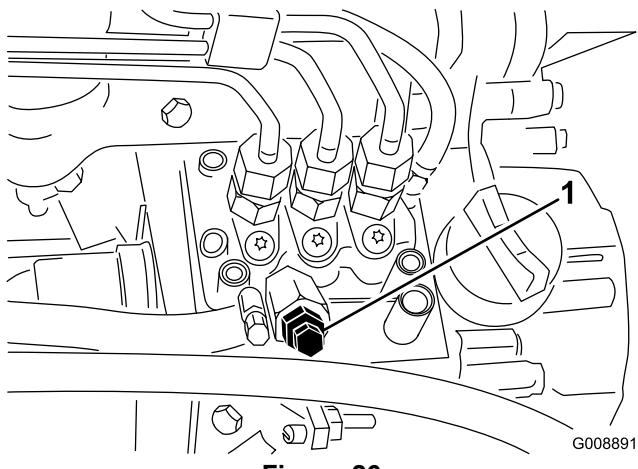

Figura 26
- Desaperte o parafuso de purga que se encontra na bomba de injecção de combustível (Figura 26).